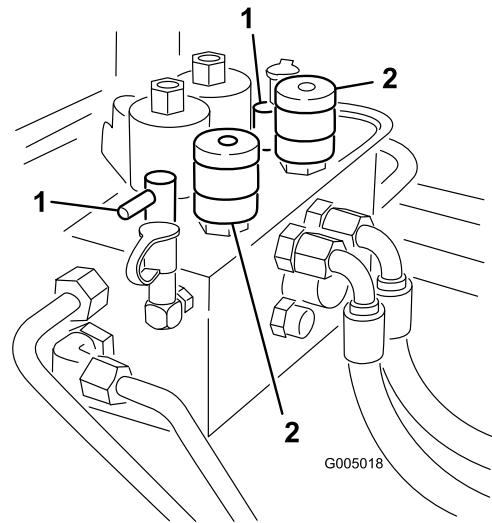

Figura 84
3. Localize os manípulos selectores de velocidade dos cilindros e os manípulos de rectificação (Figura 84). Rode os manípulos (ou manípulo) de rectificação desejados para a posição de rectificação e os manípulos (ou manípulo) selectores de velocidade dos cilindros que pretende para a posição 1.